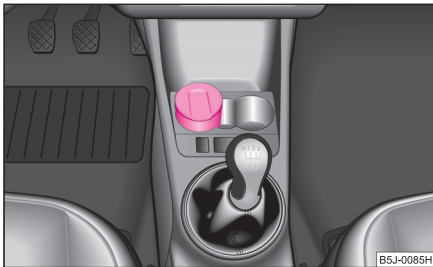

Abb. 89 Mittelkonsole:
- Nehmen Sie den Aschenbecher ⇒ Abb. 89 nach oben heraus. Beim Herausnehmen halten Sie den Aschenbecher nicht am Deckel - Abbruchgefahr.